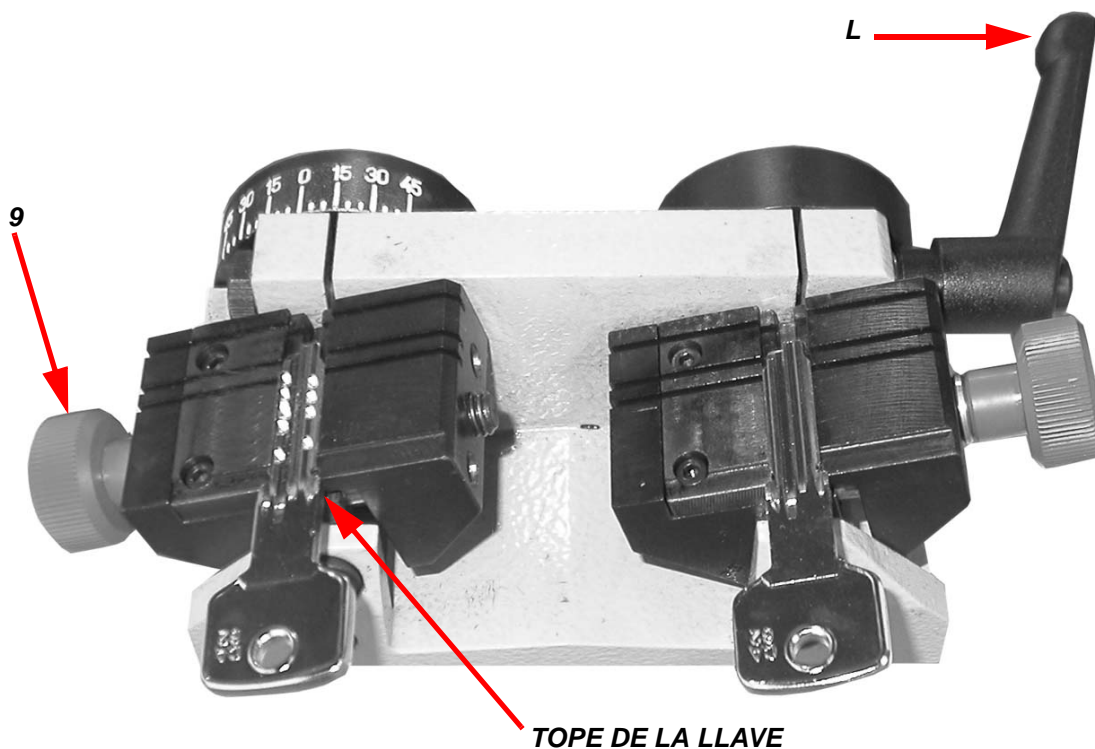

Figura 30: Ubicación llaves BIANCHI 304
2. Ponga la llave de modo que el tope (ver "Leyenda de los terminos" a la página 3) apoye contra la abrazadera (como en figura 30);
3. Fijar la llave a la abrazadera a través de la manilla (9);
10. Poner en marcha la máquina por medio del interruptor (1) en "ON";